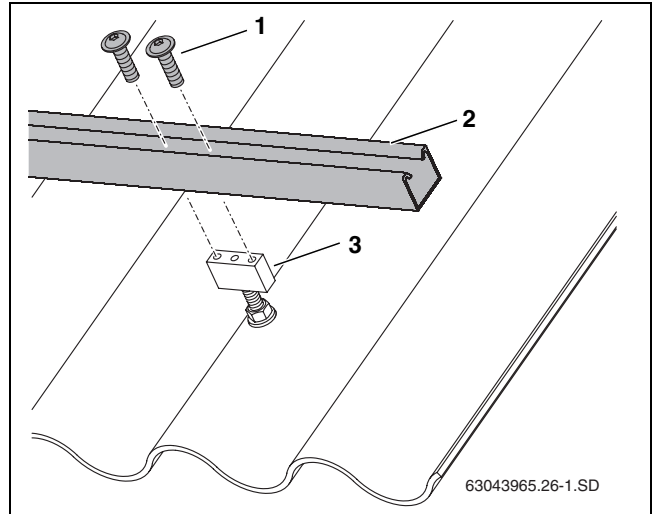

Рис. 24 Крепление профильной рейки к бобышке
► Закрепите профильные рейки (рис. 24, [2]) двумя винтами (рис. 24, [1]).